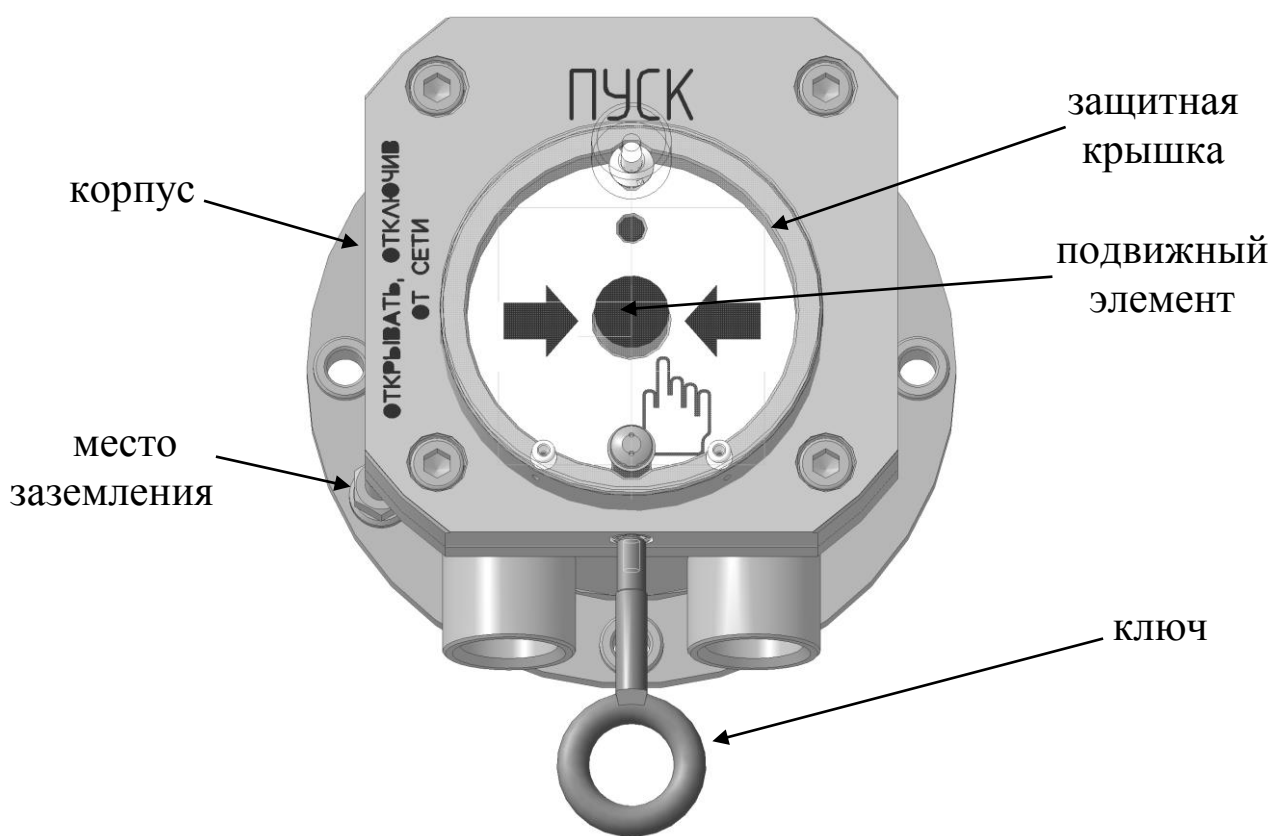

Рис. 2
- в отверстие крышки УДП (внизу) вставить специальный ключ и ввернуть против часовой стрелки на несколько оборотов. рис.2;
- потянуть вниз специальный ключ, приводной элемент при этом перейдет в исходное состояние, рис.2;